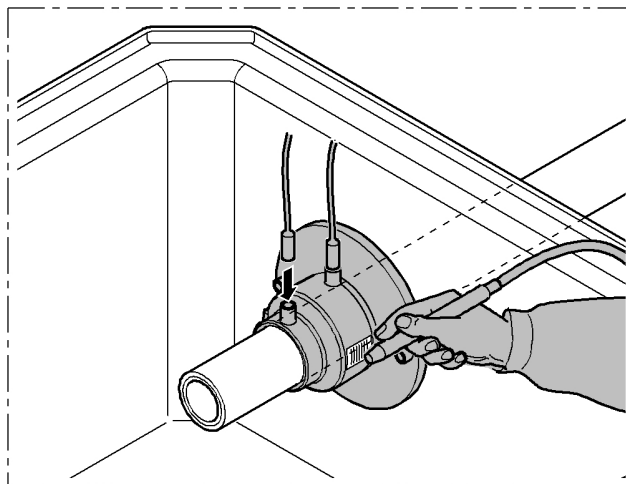

Fig.11
- Soldar a redução da caixa de empanque, mediante o específico código de barras, seguindo as indicações que aparecem no display da soldadora. (Fig.11)